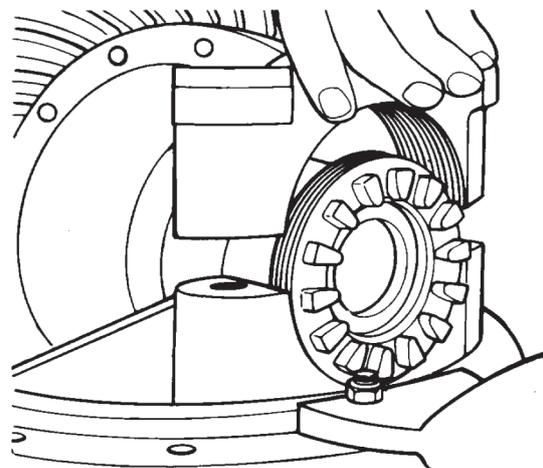

Figura 16
- C. Remova, manualmente, as capas dos mancais e os anéis de ajuste. (Figura 16)